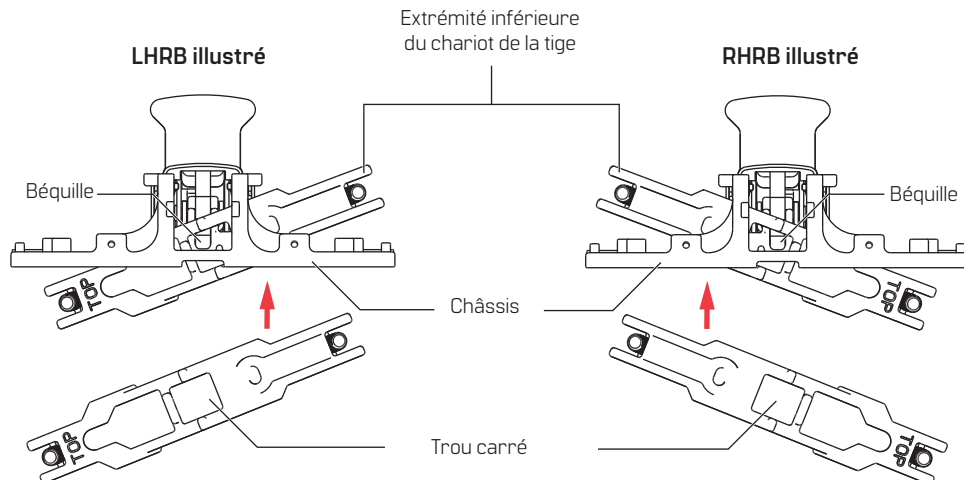

Figure 4 Levier de levage
- 3.1.6 Insérer l'extrémité inférieure du chariot de la tige dans le côté opposé du châssis, comme indiqué à la fig. 4.